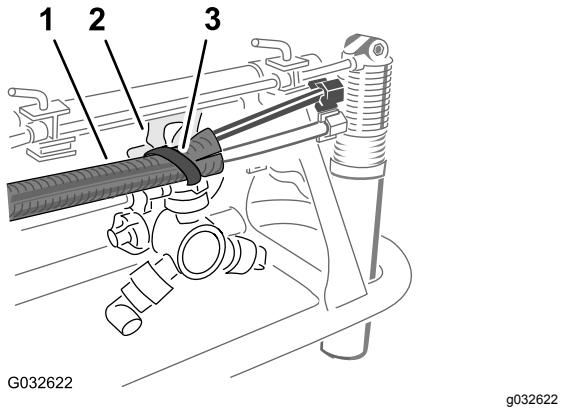

Figura 30
5. Sujete el conjunto de tubos al orificio del soporte de la boquilla con una brida, según se muestra en Figura 30.